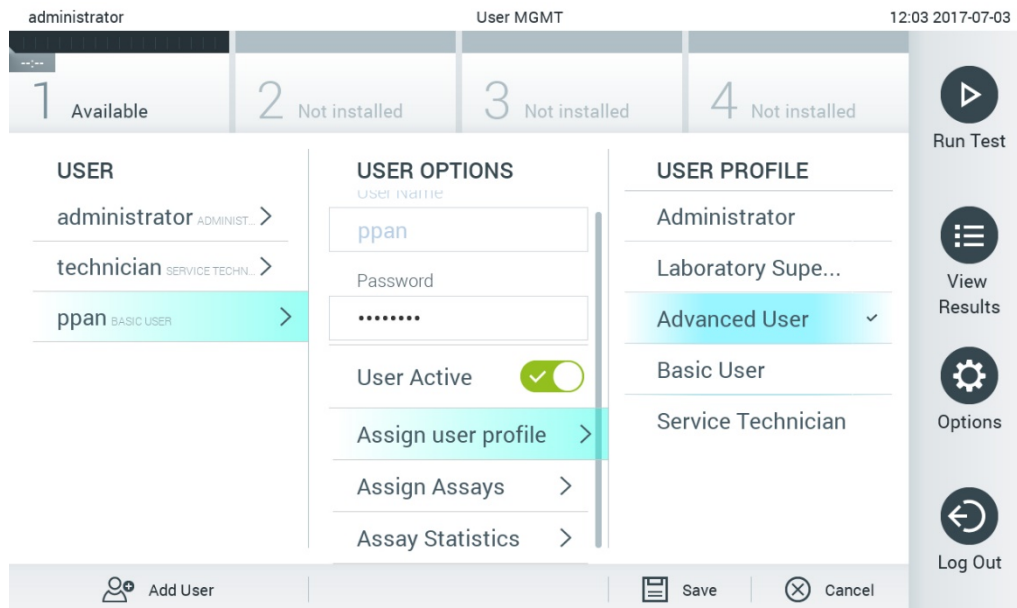

Figura 54. Assegnazione di profili utente agli utenti.
- Assign User Profile (Assegna profilo utente): consente di assegnare un profilo utente diverso per quell'utente (ad esempio, Administrator (Amministratore), Laboratory Supervisor (Supervisore laboratorio), Advanced User (Utente avanzato), Basic User (Utente di base)). Selezionare il profilo utente appropriato dall'elenco a destra dell'area dei contenuti (Figura 54).